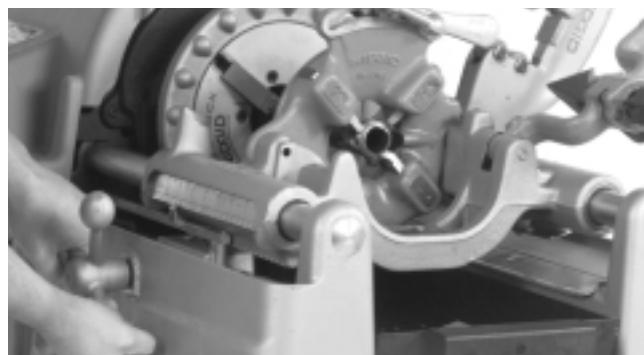

Figura 8 – Roscado con la Roscadora Manual No. 535
5. Gire el volante del carro para colocar las terrajas contra el extremo del tubo. Una leve presión sobre el volante pondrá a las terrajas en marcha. (Figura 8)
1. Baje la manivela para que la placa de levas descance (*Figura 8 – Cabezal de terrajas Modelos 816 y 817*) contra la parada, como se muestra.